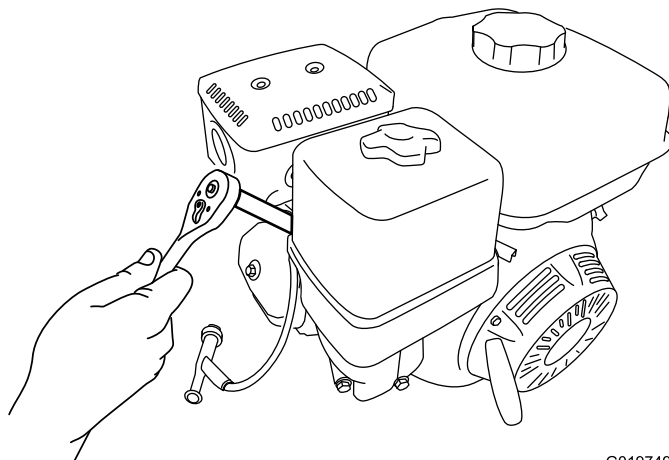

Figura 30
5. Gire la bujía en sentido antihorario usando una llave para bujías de 21 mm (13/16 pulgada) para desmontar la bujía y la junta (Figura 30).
2. Gire la bujía en sentido horario usando una llave para bujías de 21 mm (13/16 pulgada) hasta que la bujía y la junta estén asentadas (Figura 30).